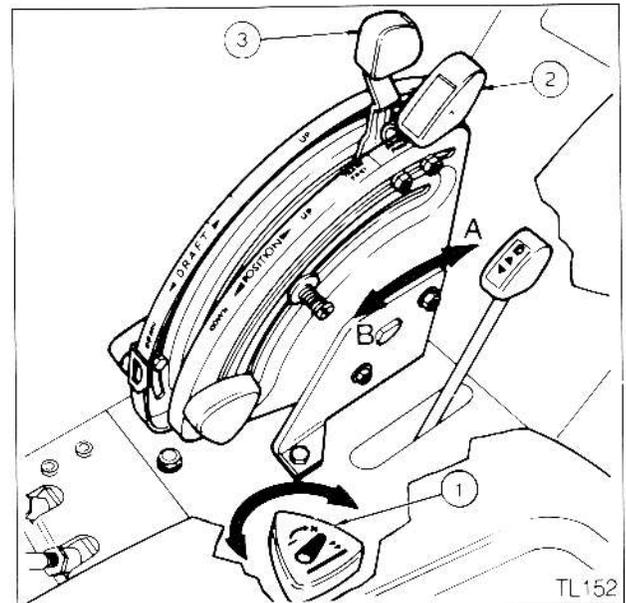

Fig 23
1. Le Contrôle d'effort, (3 Fig. 23) règle la profondeur de travail des outils travaillant dans le sol.
2. Le Contrôle de position, (2 Fig. 23) règle la hauteur de travail des outils travaillant au-dessus du sol.
3. Le Contrôle de réponse, (1 Fig. 23) règle la vitesse de descente des barres inférieures et de l'outil attelé.
5. Commande de valve sélectrice (Fig. 23 "A" et "B"). Cette commande sélectionne et dévie le débit d'huile hydraulique venant de la pompe de relevage soit vers le circuit de relevage interne, ou vers les distributeurs auxiliaires. Elle combine les débits de la pompe de relevage et de la pompe auxiliaire pour fournir un débit augmenté à l'équipement externe.